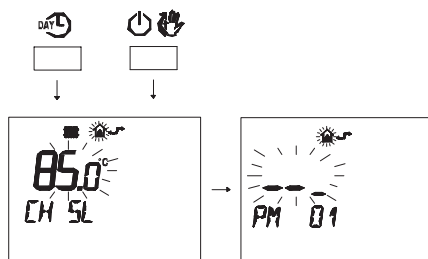

Figura 5.60
- Premere contemporaneamente i pulsanti $\text{DAY} \oplus$ e $\text{ON} \oplus$ per entrare nella programmazione trasparente (Figura 5.60).